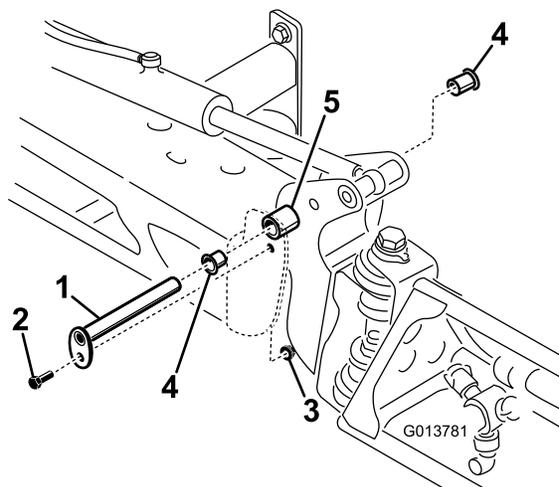

Bild 66
3. Wenn das Gewicht des Auslegers abgestützt ist, nehmen Sie die Schraube und die Mutter ab, mit denen der Lagerbolzen am Ausleger befestigt ist (Bild 66).
4. Nehmen Sie den Lagerbolzen ab (Bild 66).
6. Nehmen Sie die Nylonbüchsen vorne und hinten an der Schwenkhalterung ab und prüfen Sie sie (Bild 66).
8. Montieren Sie den Ausleger und die Schwenkhalterung im mittleren Rahmen und fluchten Sie die Öffnungen aus (Bild 66).